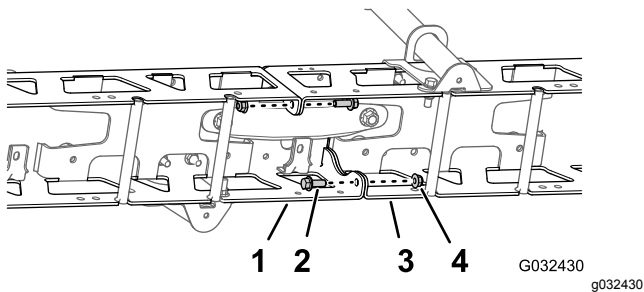

Figura 52
1. Retire os dois parafusos de cabeça flangeada (¾ pol. x 1 pol.) e as duas porcas de bloqueio (¾ pol.) que prendem as flanges verticais das estruturas de armação esquerda e direita (Figura 52).